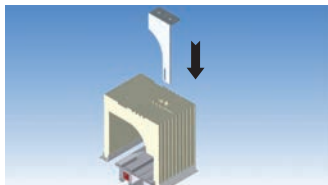

Bild 37
Schritt 1: Montieren Sie das Statikprofil auf den Blendrahmen (siehe Seite 04). Führen Sie den oberen Teil der Statikkonsole **vor** Einbau des Elementes in die Rohbauöffnung in die dafür vorgesehene Fräsung am Kasten ein (senkrecht einführen um den Rollladenpanzer nicht zu beschädigen Bild 37 - 39).